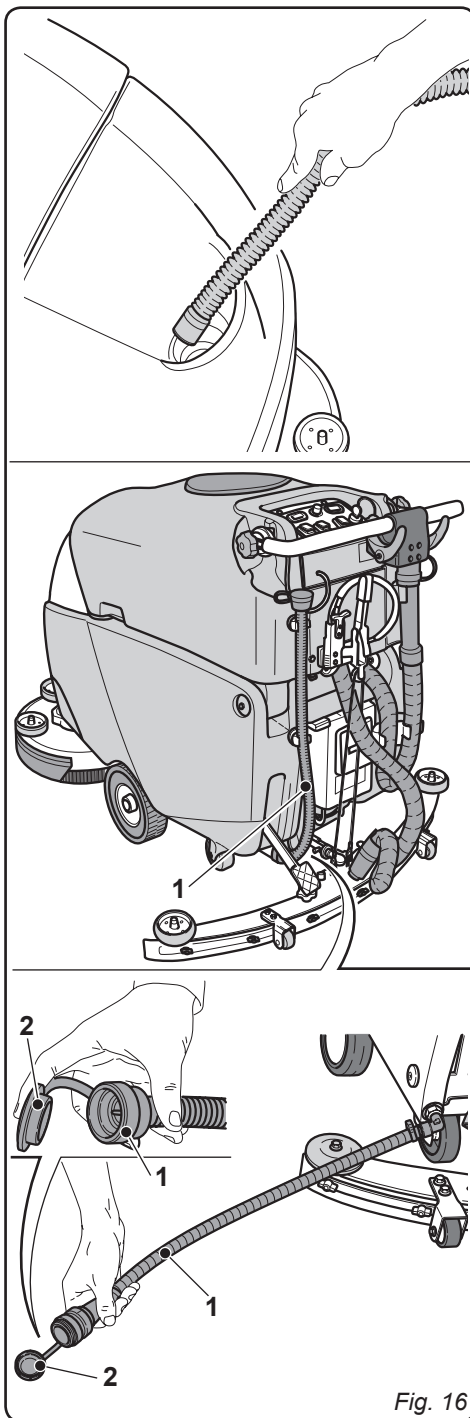

Fig. 16
10.1.a - Vaciado y limpieza del depósito de agua limpia (Fig. 16)